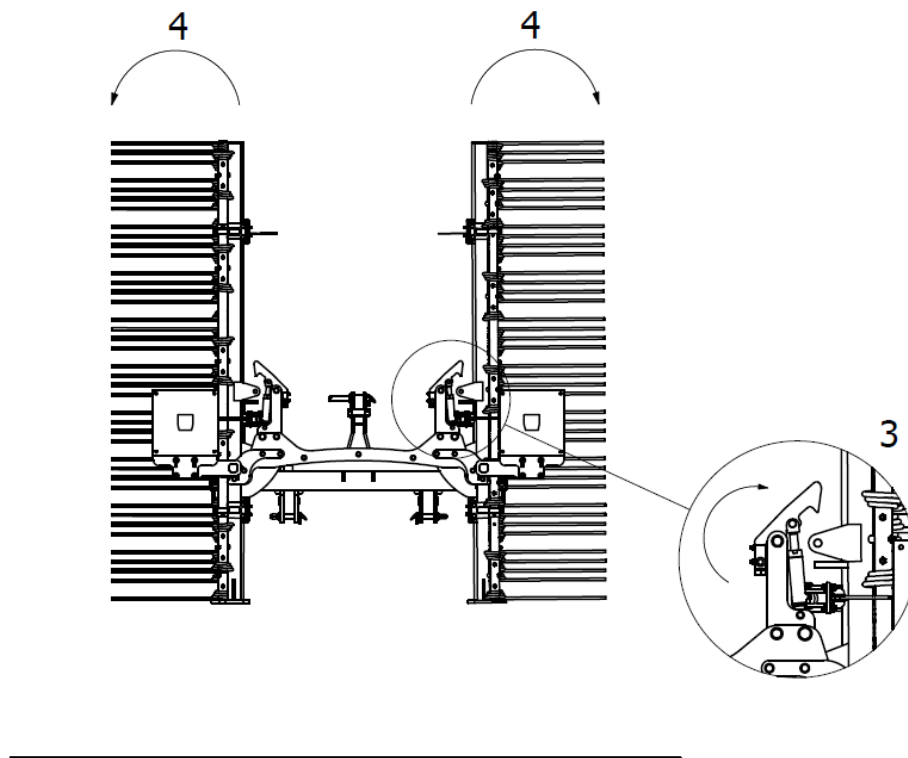

Fig. 11 Étapes du dépliage de la machine : 3 – crochet du verrouillage hydraulique décroché 4 – les ailes se déplient (« s'ouvrent »).
3. Ensuite, s'assurer que le crochet du verrouillage hydraulique permettra le déverrouillage des bras latéraux et les déplier (« ouvrir ») entièrement (fig. 11).